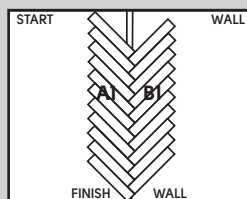

Fig. 6
7. Installeer de rest van de planken zonder te zagen en werk in tegenovergestelde richtingen. Controleer dat de geïnstalleerde planken met een rechte hoek op de lijnen liggen. (Fig. 6).